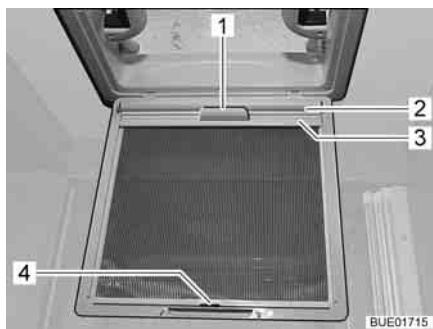

Fig. 53 Oscurante a rullo
- Tirare l'oscurante a rullo (Fig. 53,2) utilizzando la maniglia (Fig. 53,1) e agganciare il listello di supporto (Fig. 53,3) ai ganci (Fig. 53,4) sulla protezione contro gli insetti.
- Staccare il listello di supporto (Fig. 53,3) dai ganci (Fig. 53,4) e ricondurre lentamente l'oscurante a rullo (Fig. 53,2) utilizzando la maniglia (Fig. 53,1).